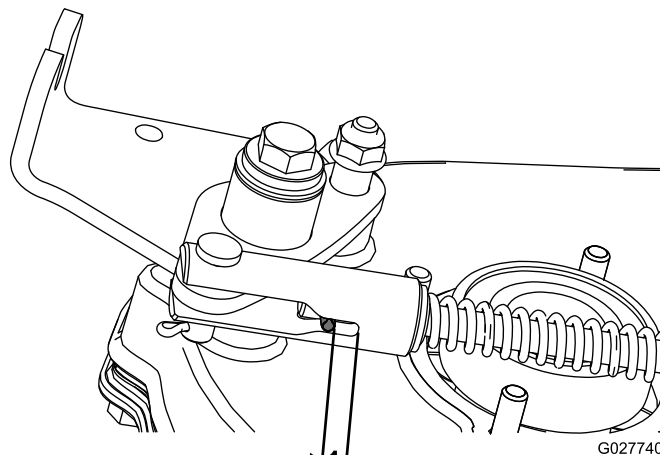

Figura 46
2. Mida la distancia entre el pasador cilíndrico y el extremo de la ranura (Figura 46); si es inferior a 0,8 mm, ajuste el embrague siguiendo los pasos indicados a continuación:
6. Engrane la palanca de control de tracción y mida la distancia entre el pasador cilíndrico y el extremo de la ranura (Figura 46). La distancia debe ser de 6 a 9,5 mm.